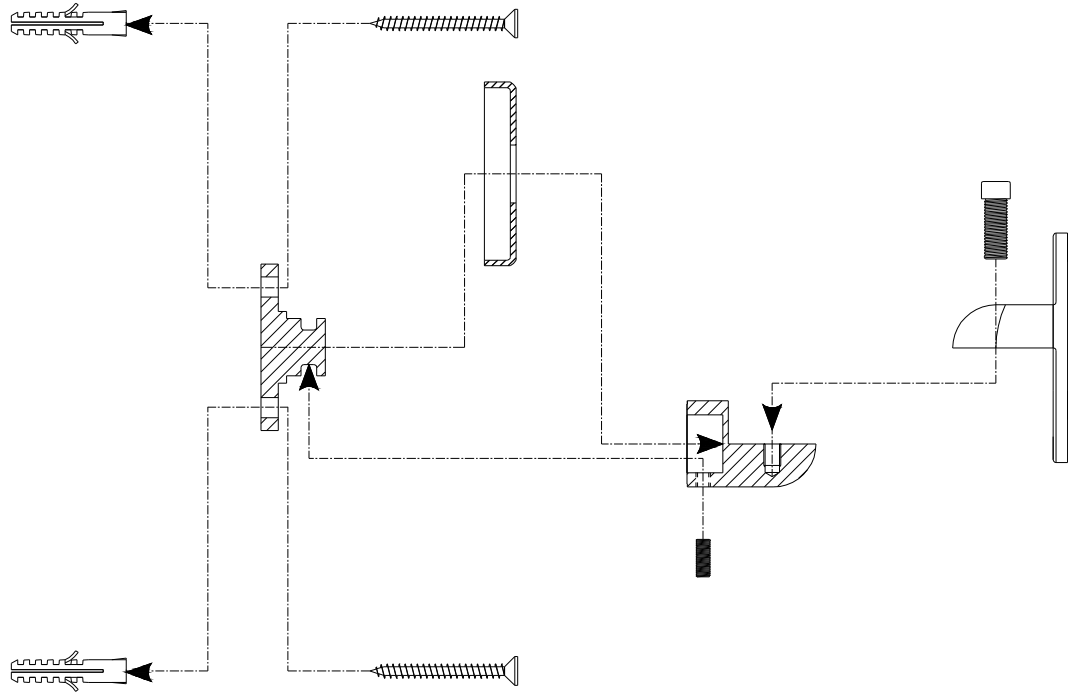

Fig. 2
**3.2** Assemblare i supporti e fissarli al muro come descritto nella Fig. 2 utilizzando tasselli idonei alla tipologia della muratura ed in grado di sostenere a parete il radiatore. In dotazione vengono forniti tasselli D.8 mm per cemento armato. Le distanze e gli interassi di fissaggio dipendono dal modello acquistato. Seguire attentamente le misure riportate nel disegno e nella tabella di Fig. 1.
**3.3** Agganciare il radiatore ai supporti tassellati a muro, appoggiandolo e fissandolo con le viti in dotazione come da Fig. 2. Assicurarsi che l'appoggio sia il più preciso possibile, se necessario regolare i supporti facendoli scorrere lungo le
**3.2** Assemble the supports and secure them to the wall as described in fig. 2 using plugs that are suitable to type of wall, and sturdy enough to anchor the radiator to the wall. The radiators are supplied as standard with 8mm diameter plugs for reinforced concrete. Fixing distances and centre distances depend on the model purchased. Comply with the measures shown on the drawing and listed in the table in fig. 1.
**3.3** Hang the radiator from supports fastened to the wall with the plugs, and secure it with the screws supplied as standard as shown in fig. 2. Make sure that the supports are arranged as accurately as possible, if necessary, adjust the supports by sliding them along the slots after removing the disc cover and